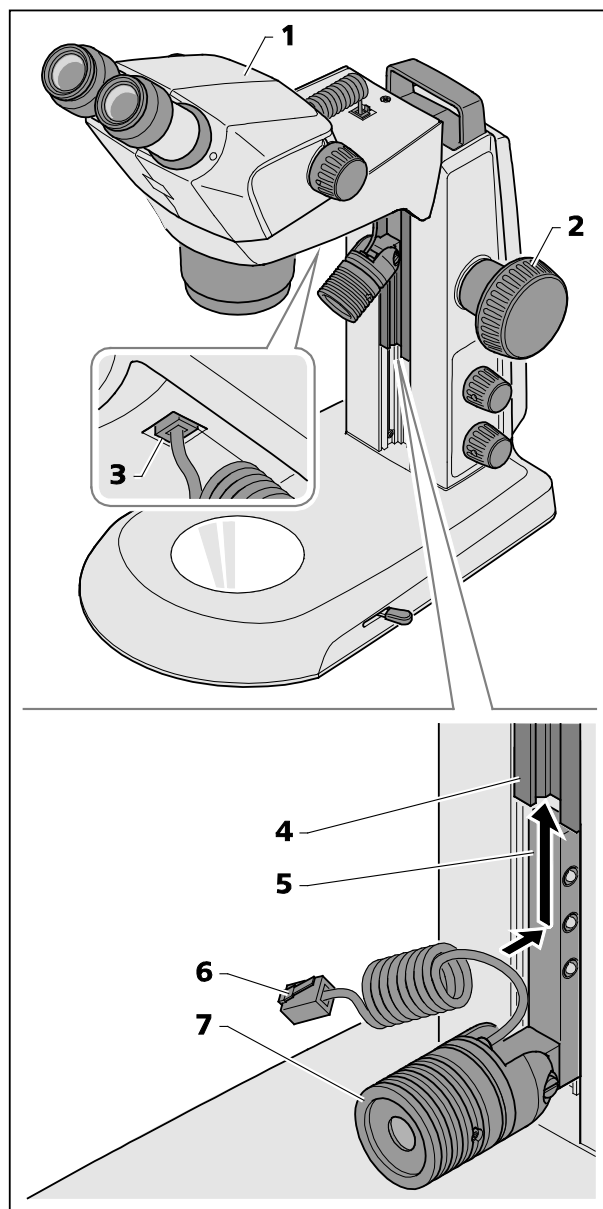

図 12 スポットライトの取り付け
- 焦点調節ノブ (図 12/2) を使って、顕微鏡本体 (図 12/1) を一番上の位置に移動させます。
- スポットライト (図 12/7) をホルダー (図 12/5) と共に下側からスタンドのガイド (図 12/4) にセットし、希望の位置まで上側にスライドさせます。
- スポットライトの接続ケーブル (図 12/6) を Stemi キャリアの下側のソケット (図 12/3) に差し込みます。